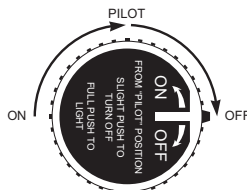

Figura 6 - Posición OFF (Apagado)
2. Gire la perilla de la válvula de control 1/4 de vuelta hacia la derecha, a la posición PILOT (Piloto). Presione la perilla ligeramente y gírela 1/4 de vuelta hacia la derecha, a la posición OFF (Apagado) (consulte la figura 6).